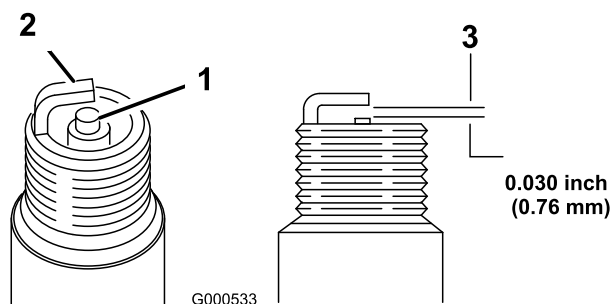

Figure 23
- Réglez l'écartement des électrodes à 0,76 mm (0,030 po) (Figure 23).